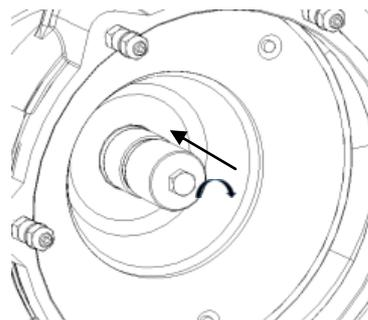

Рис. 23: Установить рабочую длину с помощью монтажной втулки
- Теперь винтовая втулка надевается на конец вала и закручивается шестигранным болтом M10x25 до основания. (Так регулируется рабочая длина уплотнительного кольца). Это является обязательным для безупречной работы уплотнительного кольца (рис. 23).